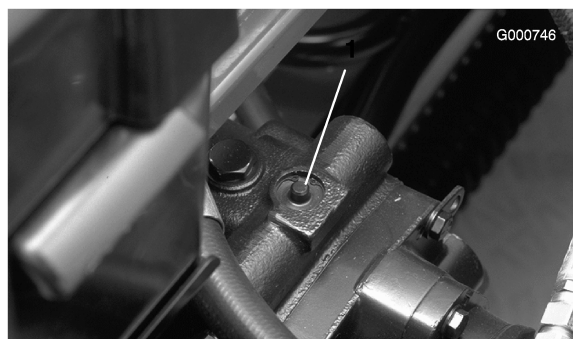

Figura 25
1. La válvula de desvío está situada encima de la bomba de desplazamiento variable (Figura 25). Gire la válvula 90° en cualquier sentido para abrirla y dejar pasar el aceite internamente. Puesto que el aceite se desvía, la máquina puede ser movida lentamente sin dañar la transmisión.